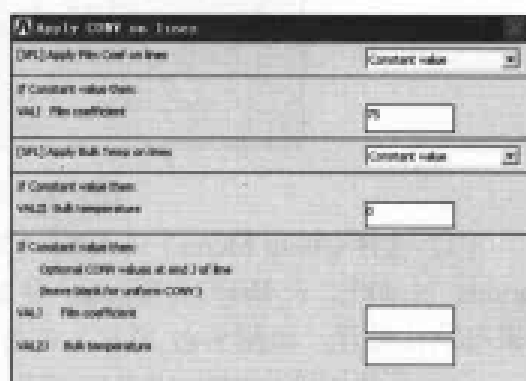

图 9-78 在线段上施加对流载荷对话框
(3) 选择 Main Menu | Solution | Define Loads | Apply | Thermal | Convection | On Lines 命令, 出现 Apply CONV on lines 菜单, 在文本框中输入 2, 3, 单击 OK 按钮, 出现 Apply CONV on lines 对话框, 参照图 9-78 对其进行设置, 单击 OK 按钮关闭该对话框。